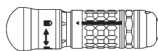

Abbildung 4
4. Zum Einführen des kranialen Perforators wird die Sicherungsmanschette am distalen Ende des Aufsatzes zurückgezogen, der kraniale Perforator eingeführt bis er einrastet, und die Sicherungsmanschette wieder losgelassen (Abbildung 4).